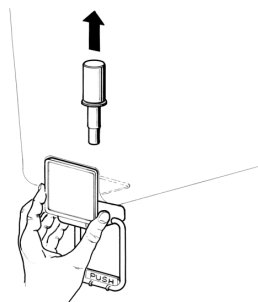

figure 3
- 6 **Robinet en inox à gravité:** défiler le piston et démonter le levier de débit robinet (voir figure 3).